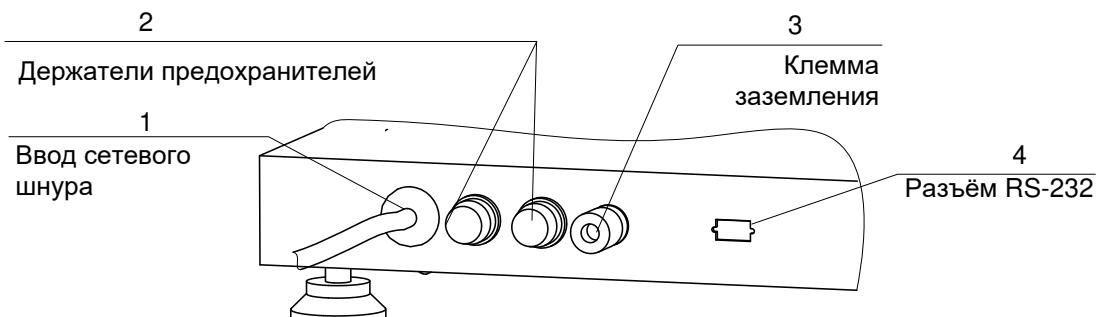

Рисунок 2 – Задняя стенка основания
На задней стенке основания (рисунок 2) находятся: **ввод сетевого шнура 1**, **держатели предохранителей 2**, **клемма заземления 3** и **разъём 4 для подключения аппарата к ПК по интерфейсу RS-232**.
- 2) Клемма «Земля» на задней панели аппарата (рисунок 2, страница 4) должна быть подключена к внешней заземляющей шине.